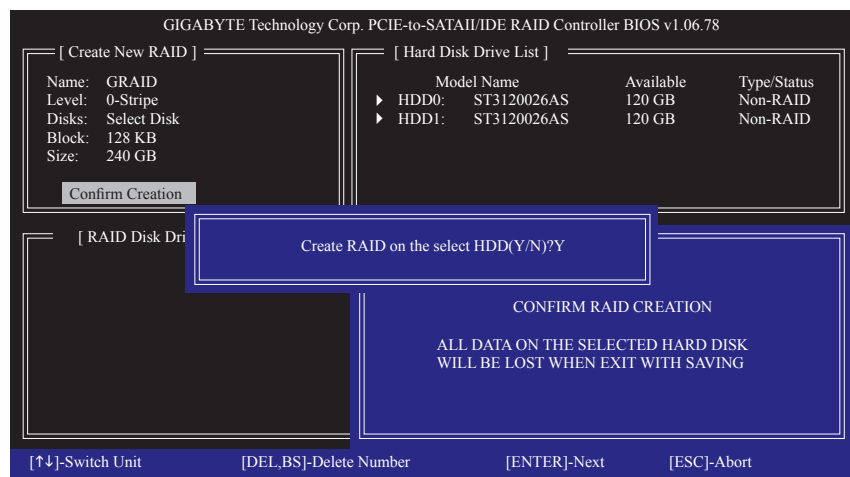

図 7
6. **Confirm Creation:** 上の項目をすべて構成すると、選択バーは **Confirm Creation** 項目に自動的にジャンプします。<Enter> を押します。選択を確認するように求めるメッセージが表示されたら(図 7) 、<Y> を押して確認するか <N> を押して中断します。